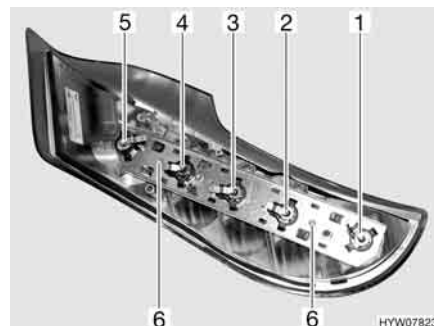

Fig. 117 Luci posteriori (lato posteriore)
- Svitare le due viti Torx (Fig. 117,6) del listello di supporto poste sul lato posteriore dell'involucro.